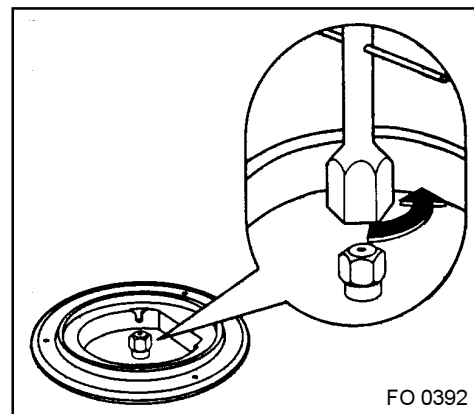

Fig. 15
3. Con una chiave a tubo da 7 svitare e togliete gli ugelli (Fig. 15) sostituendoli con quelli corrispondenti al tipo di gas di funzionamento (vedi tabella "Caratteristiche dei bruciatori").